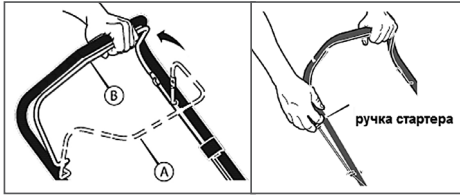

Рис. 10 Запуск двигателя ручным стартером
- Правой рукой, медленно вытягивая шнур стартера за ручку (Рис. 10), проверните коленчатый вал двигателя, пока не почувствуете сопротивление, затем медленно опустите ручку стартера вниз. Снова медленно потяните за ручку стартера, пока не почувствуете, что стартер вошел в зацепление с маховиком, после чего, резко и с усилием потяните за ручку стартера